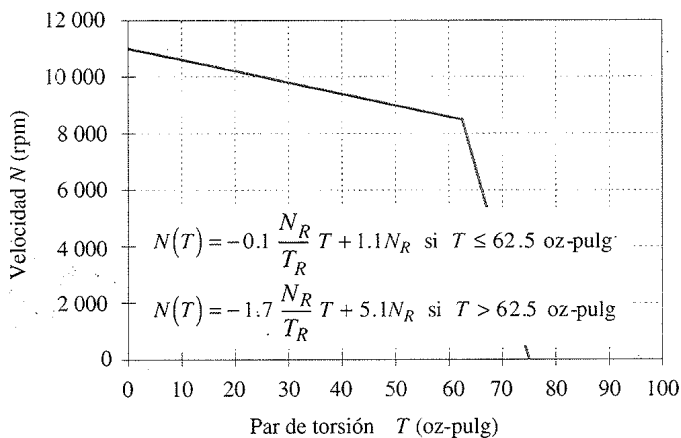

FIGURA P2-14 Problema 2-33 Curva par de torsión-velocidad de un motor de cd de 10 000 rpm de 1/4 hp
- 2-33 En la figura P2-14 se muestra la curva par de torsión-velocidad aproximada y su ecuación para un motor CD embobinado en derivación. La velocidad nominal para este motor con potencia de una fracción de caballo de fuerza es de 10 000 rpm a un voltaje nominal de 130 V. Determine: